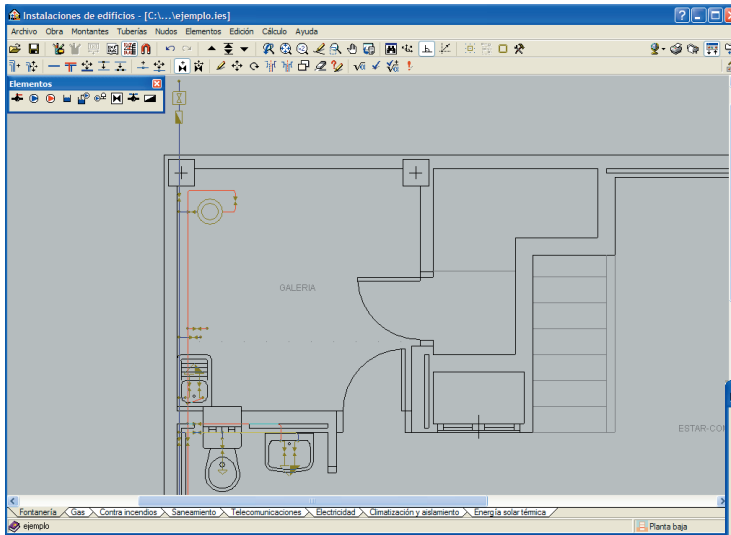
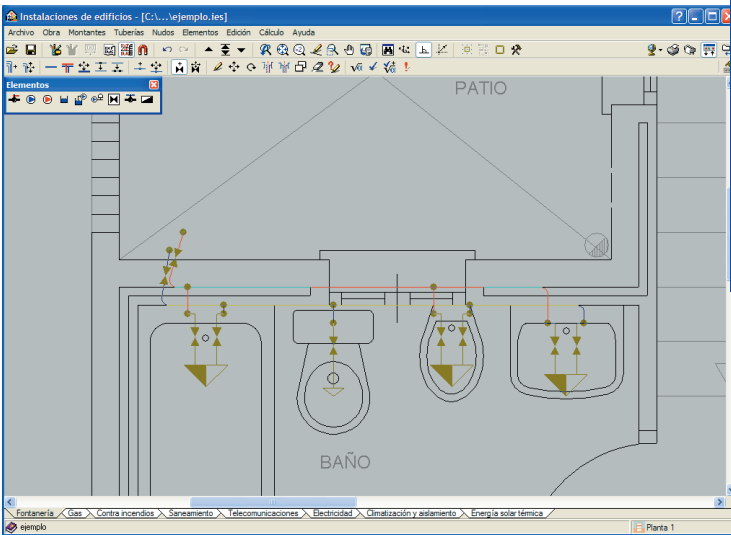

Fig. 45
Fig. 46
- Sitúe las llaves de paso en torno a la caldera, en la salida a las montantes y en las ramificaciones de los diferentes consumos, tanto en planta baja (Fig. 45) como en planta primera (Fig. 46).